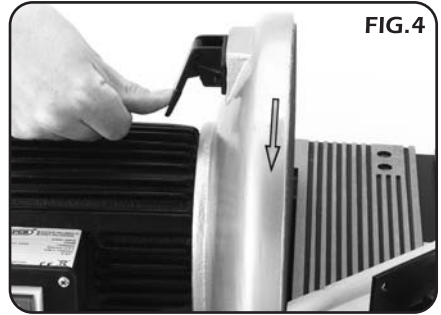

FIG.4
- **DISC BRAKE LEVER: (FIG.4)**